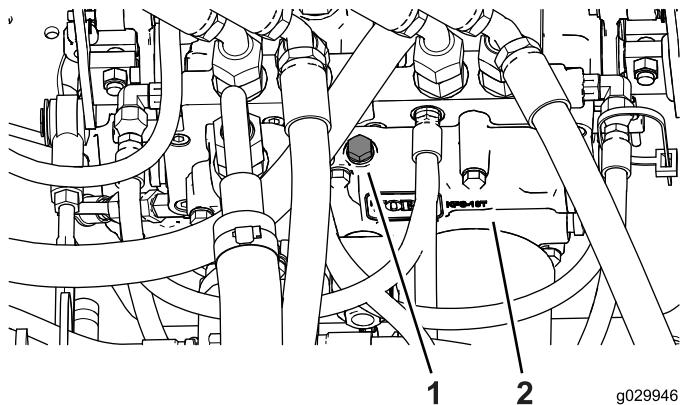

図 11
1. 油圧トランスマッisionについているプラグねじ式を抜き取る図11。